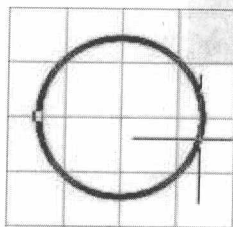

图 3-3 确定圆弧半径
3. 将光标移动到合适位置, 选择圆弧的半径, 右击鼠标, 如图 3-3 所示。